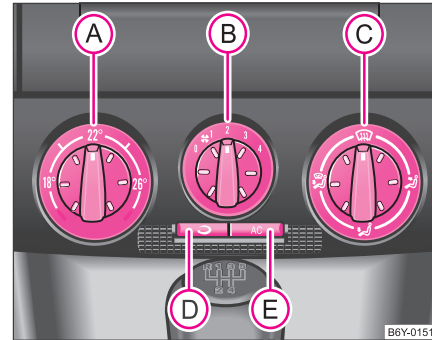

Abb. 86 Klimaanlage: Bedienungselemente
Die Klimaanlage arbeitet, wenn der Schalter  ⇒ Seite 96, Abb. 86  gedrückt ist und folgende Bedingungen erfüllt sind:
- Drehen Sie den Drehregler **(A)** ⇒ Abb. 86 nach rechts, um die Temperatur zu erhöhen.
- Drehregler **(A)** → Seite 96, Abb. 86 bis zum Anschlag nach rechts
- Drehregler **(A)** ⇒ Seite 96, Abb. 86 bis zum Anschlag nach links
- Drücken Sie die Taste  ⇒ Seite 96, Abb. 86, das Tasten-Symbol  leuchtet auf.
Wenn der Luftverteilungsregler  in der Position  ⇒ Seite 96, Abb. 86 steht, wird der Umluftbetrieb automatisch ausgeschaltet. Durch wiederholtes Drücken der Drucktaste  können Sie auch in dieser Stellung den Umluftbetrieb wieder einschalten.
Die Luftzufuhr für die einzelnen Düsen stellen Sie mit dem Luftverteilungsregler  ein \Rightarrow Seite 96, Abb. 86. Die Luftaustrittsdüsen **3** und **4** können einzeln geschlossen und geöffnet werden.
Aus den geöffneten Luftaustrittsdüsen strömt je nach Stellung des Drehreglers  \Rightarrow Seite 96, Abb. 86 und nach Klimabedingungen erwärmte, nicht erwärmte bzw. gekühlte Luft. ■